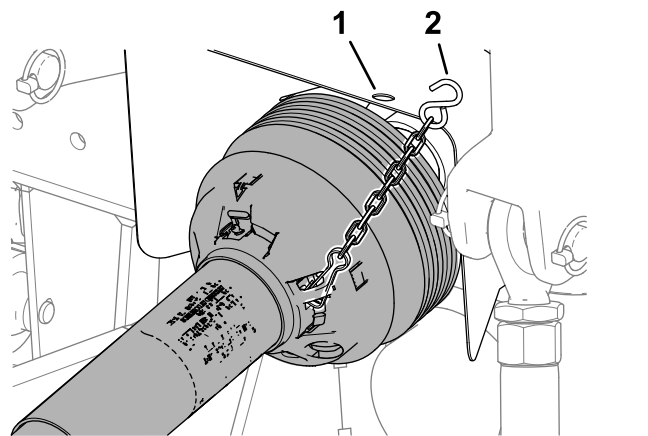

Figura 49
5. Scollegate la catena della protezione (**Figura 49**) dalla presa di forza della motrice (solo CE).